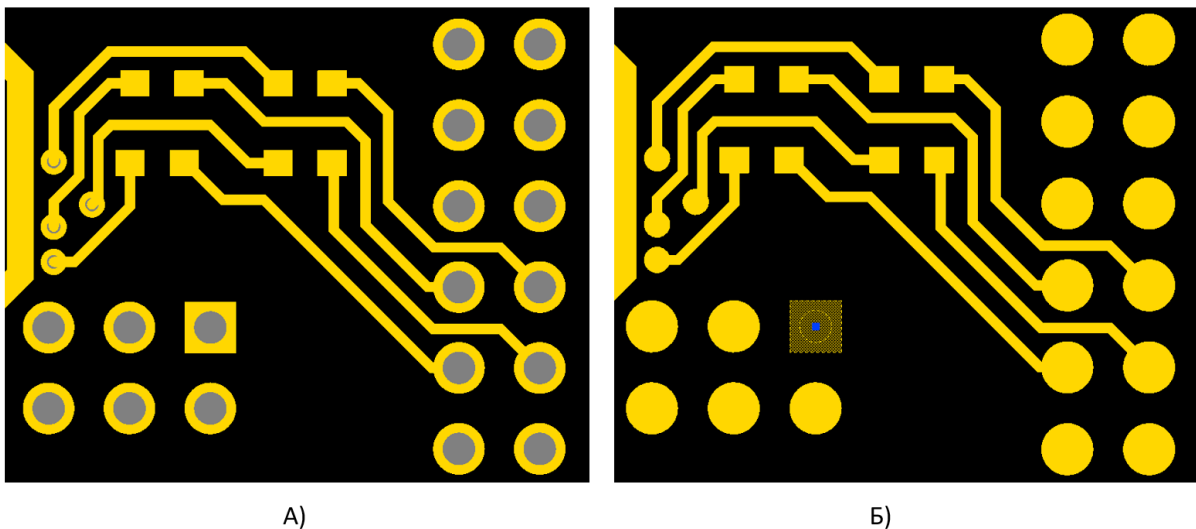

Рис. 22 Способы выгрузки отверстий
При выборе варианта «На отдельный слой» после преобразования в формат DXF для отверстий будет создан отдельный слой - Drill (A). Выбор варианта «На слои переходных отверстий» располагает отверстия на экспортированных сигнальных слоях (Б), см. Рис. 22.